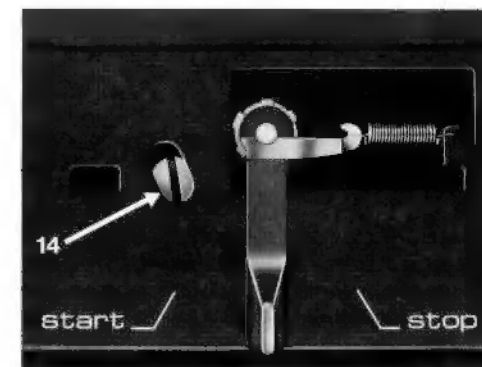

Fig. 16
montierten Tonabnehmersystem der Abtaststift zu weit innen oder außerhalb der Schallplatte auf, stellen Sie die Drehtaste für die Plattenteller-Drehzahl-Einstellung auf "33". Nach Abnehmen der Zierleiste (nach vorne drücken und am hinteren Rand zuerst hochklappen) wird die Regulierschraube (14) sichtbar, mit der der Tonarmaufsetzpunkt justiert werden kann (Fig. 16). Legen Sie bitte eine 30 cm-Schallplatte auf und starten Sie das Gerät.
Si après un changement de cellule, la pointe descend trop loin à l'intérieur ou à l'extérieur du disque, amenez le bouton de réglage de la vitesse du plateau sur "33". Lorsqu'on retire la réglette décorative (en la soulevant préalablement sur le bord arrière) la vis de réglage (14) du bras devient visible (Fig. 16). Posez un disque de 30 cm sur le plateau et mettez l'appareil en route. Si la pointe descend trop vers l'intérieur ou l'extérieur du disque, tournez la vis vers la gauche ou resp. la droite.
Move the speed selector to "33". Removing the decorating strip (first lift it on the rear edge) will expose the control (14) for tone-arm indexing (Fig. 16).
Wanneer de afstelling niet juist is in het geval de naald ofwel naast of te ver op de plaat komt, dan kan de afstelling gecorrigeerd worden. Daartoe wordt de toerental omschakelaar op "33" gezet. Door het verwijderen van de sierlijst (eerst aan de achterkant omhoogklappen) wordt de instelschroef zichtbaar. Met deze schroef wordt het juiste opzetpunt ingesteld (Fig. 16).
Al elevar la moldura (comenzar la elevación por el canto posterior) aparecerá el tornillo de ajuste (14) con el que se puede ajustar el punto de entrada de la aguja (Fig. 16). Coloque a tal fin un disco de 30 cm. y ponga en marcha el aparato.
Skulle detta inträffa, ställ varvtalsomkopplaren på läge "33". Genom att ta bort prydadslisten (skjuts mot framkanten och lyftes i den bakre kanten) blir justeringskruven (14) för nedläggningspunkten synlig (Fig. 16).
Togliendo ora la piastrina sovrastante (premendola verso l'avanti e sollevandone i bordi posteriore) si mette in evidenza la vite (14) con la quale è possibile regolare il punto di discesa del braccio (Fig. 16).